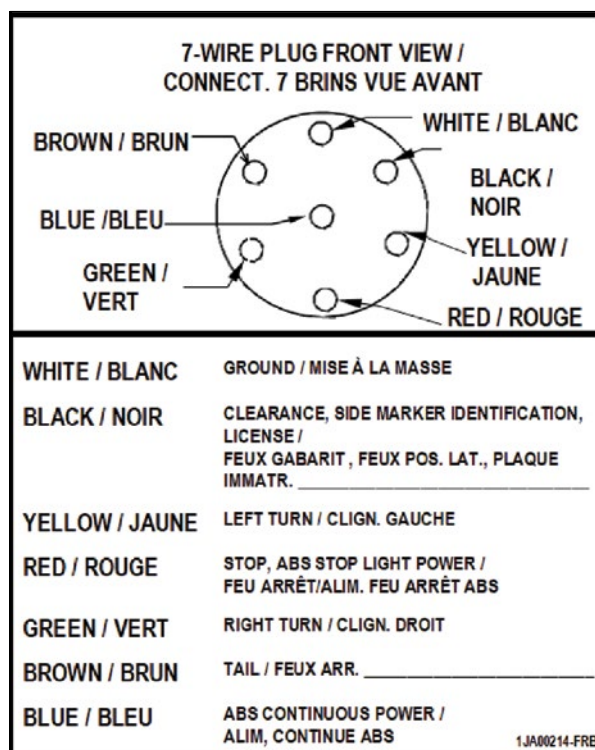

Figure 47 – Code couleur du schéma de câblage
Toutes nos semi-remorques sont équipées d'un système électrique constitué de six (6) circuits et d'un câble de mise à la masse. C'est pourquoi le branchement à l'alimentation électrique du tracteur utilise un connecteur à 7 brins. Les 7 câbles du faisceau de câblage principal sont identifiés par un code couleur montré à la Figure 47.